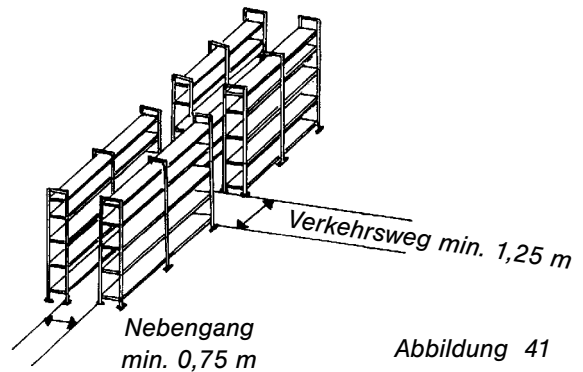

Abbildung 41
d) Bei der Aufstellung der Regale sind die Mindestgangbreiten zu beachten. Verkehrswege mindestens 1,25 m, Nebengänge mindestens 0,75 m (Abb. 41).